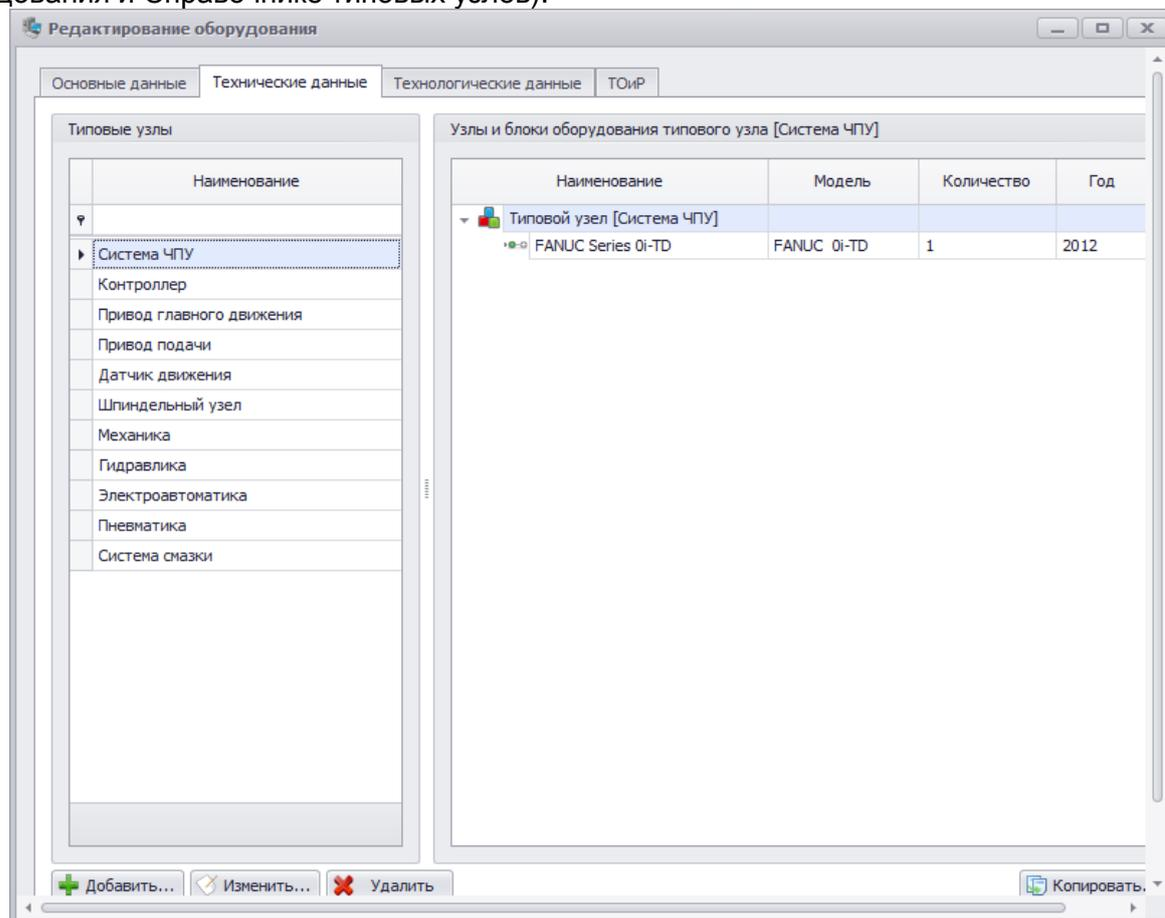

Рис. 2.36. Редактирование оборудования. Вкладка Технические данные
**Вкладка «Технические данные»** содержит информацию об узлах и комплектующих станка (рис. 2.36).